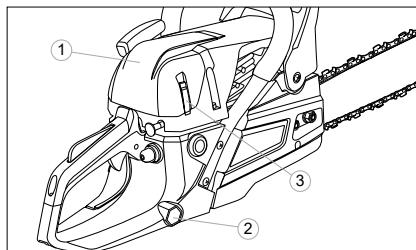

Рис. 24
1. Снемете капака на въздушен филтър 1 (рис.24) като отсъедините ключалки 3. За това използвайте отвертка на свещен ключ 2.